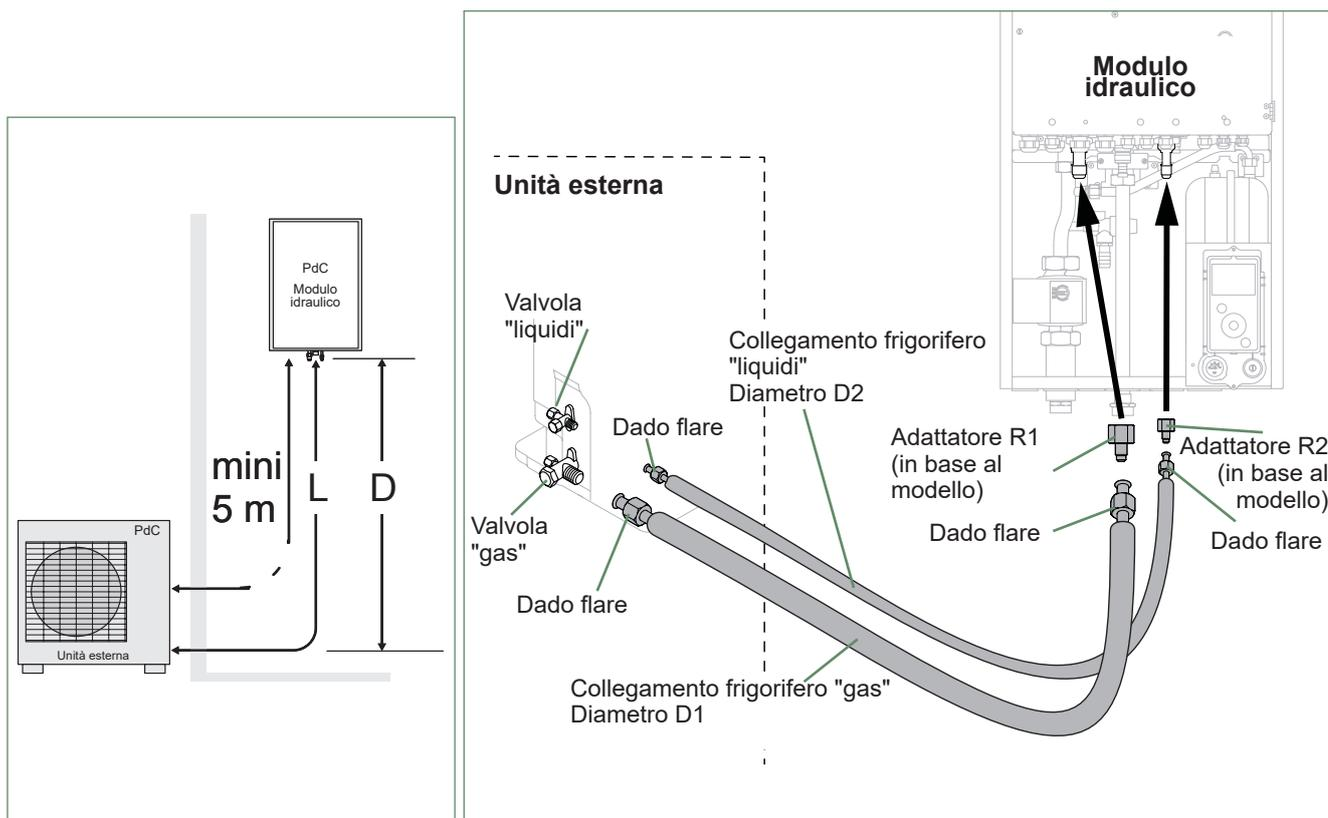

fig. 19 - Collegamenti frigoriferi (diametro e lunghezza ammissibili)
- A seconda dei casi, collegare un adattatore (riduzione) 1/4"- 3/8" o 1/2"- 5/8" (vedere *fig. 19*).